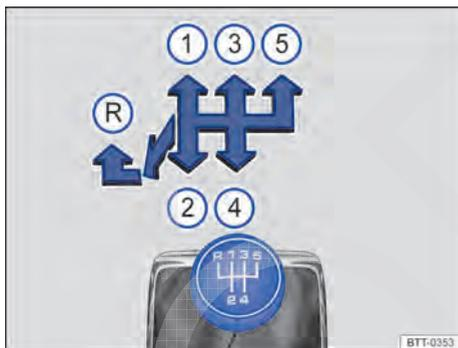

Fig. 85 Esquema de troca de marchas da transmissão manual de 5 marchas.
As posições de cada marcha estão representadas na alavanca de troca de marcha → Fig. 85.
- Empurrar a alavanca de troca de marcha totalmente para a esquerda e depois para frente até a posição da marcha a ré → Fig. 85 Ⓜ️.